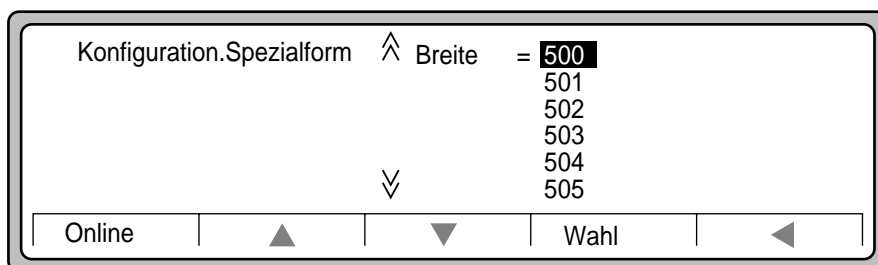

Abbildung 3-23 Auswahl der Breite bei Spezialformat
15. Drücken Sie ▲ oder ▼, bis der gewünschte Wert hervorgehoben wird (in unserem Beispiel 500, wie in Abbildung 3-23 gezeigt).